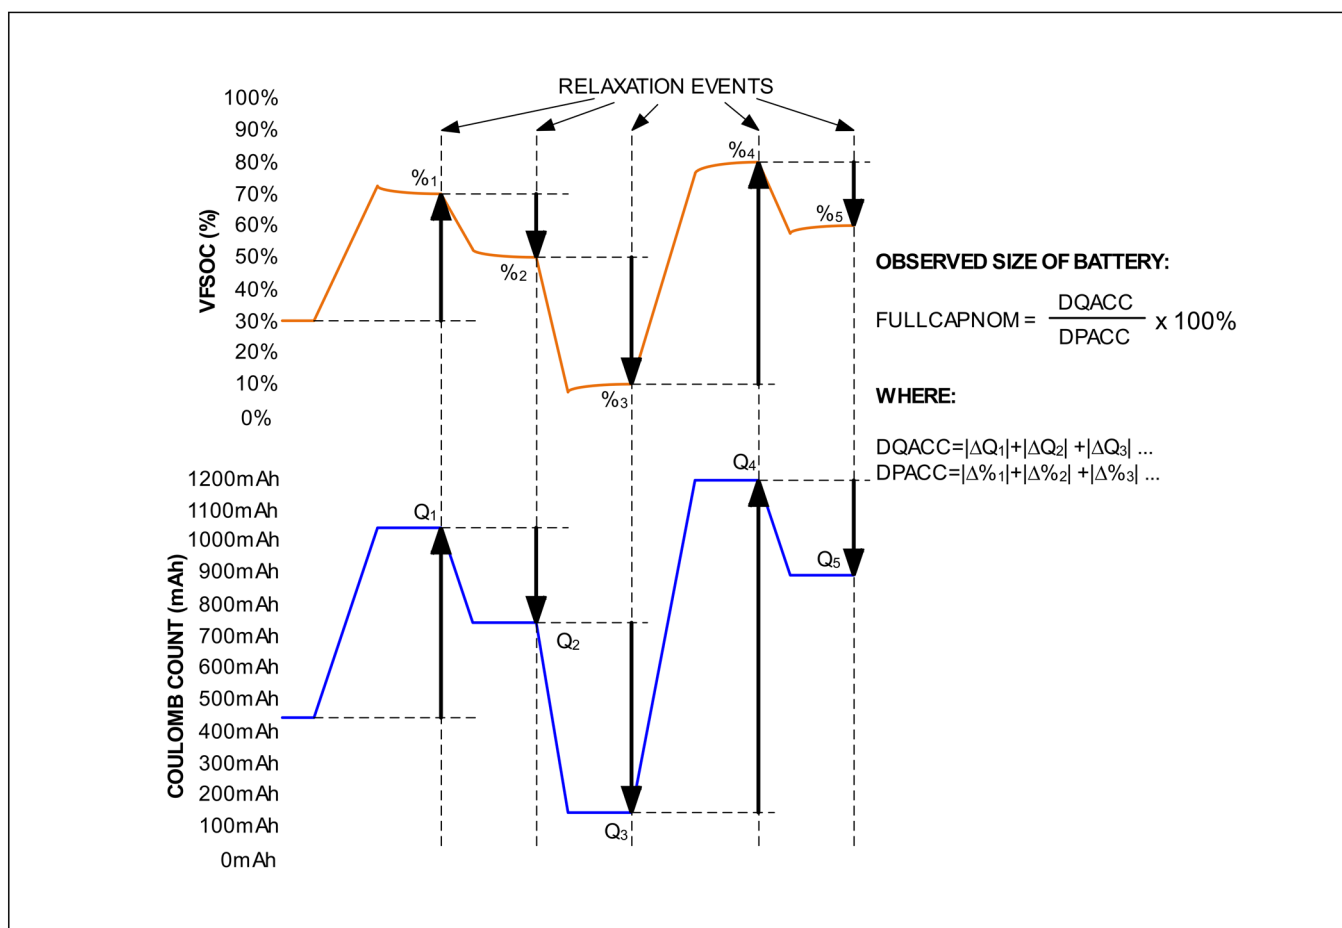

図 15. ModelGauge m5 は任意のサイクル移行中にフル容量を学習
- **セル容量 (FullCapNomレジスタ)**。これはフル充電時の合計セル容量で、その一部は、高負荷や低温のためにアプリケーションが使用できないこともあります。ICは、セルの充電時と放電時のクーロン・カウント変化に伴うオープン・サーキット電圧測定値に基づいて変化率 (%) を定期的に比較し、セルが経年劣化してもセル容量 (mAh) を正確に予測できるようにします。図15を参照してください。